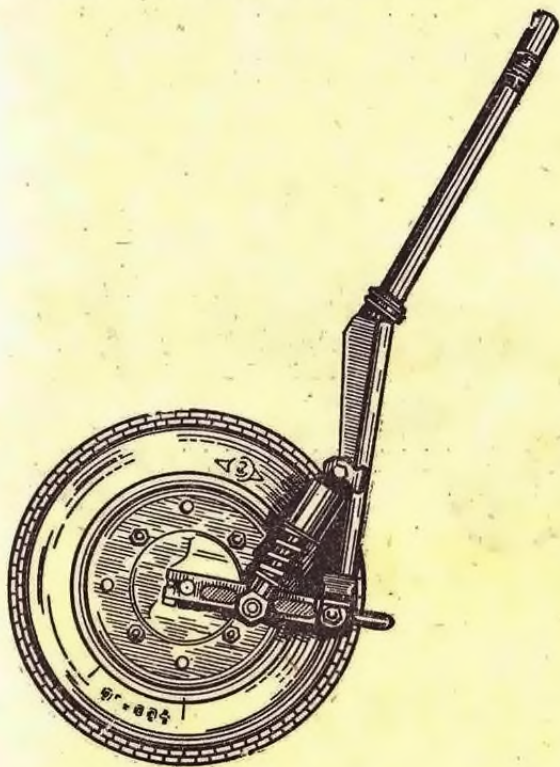

Рис. 147. Передняя вилка мотороллера Т-200М.
2. Применена передняя вилка тянущего типа с рычажной подвеской. Подвеска передней вилки включает в себя маятник и два пружинно-гидравлических разборных амортизатора (рис. 147),